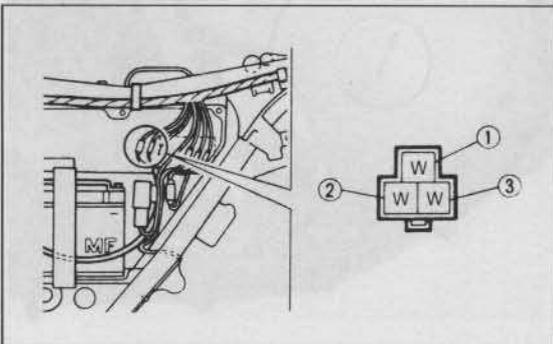

Bild 85
- Ladespulen des Generators sind in Ordnung, wenn kein Masseanschluss besteht und Stromdurchgang (Sollwert 0,52 bis 0,78 Ω) zwischen weissen Kabeln besteht, die über 3-pol-Stecker mit Regler/Gleichrichter verbunden sind (Bild 85).